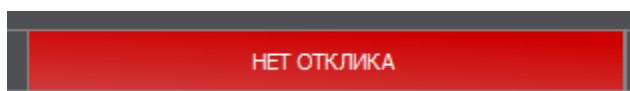

Рис. 14 Пример
- в колонке «СТАТУС» главной таблицы появляется надпись с пояснением о неполадке (рис. 14).